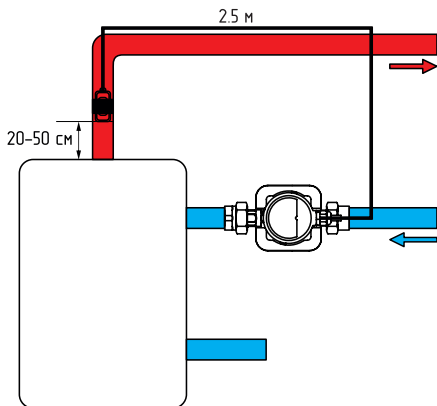
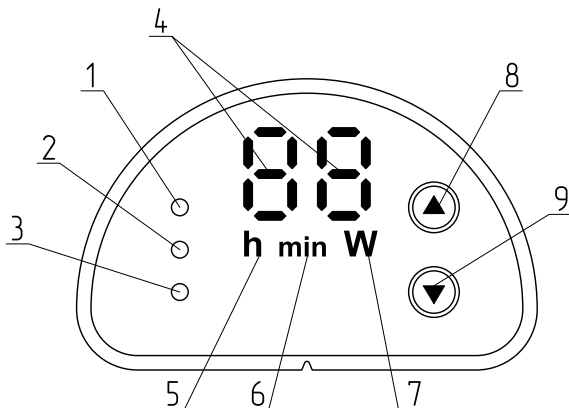

Рис.6 Установка датчика температуры
Рис.7 Панель управления
В данном режиме насос работает с постоянной скоростью. Зеленый **индикатор 1 (Рис.7)**, а также **индикатор 4 (Рис.7)**, показывающий текущую мощность, и **индикатор 7 (Рис.7)** будут гореть всегда (**см.Рис.7**).
Когда насос находится в автоматическом режиме работы, он автоматически выберет оптимальную рабочую точку в соответствии с параметрами системы. Зеленый **индикатор 2 (Рис.7)**, а также **индикатор 4 (Рис.7)**, показывающий текущую мощность, и **индикатор 7 (Рис.7)** будут гореть всегда (см.Рис.7).
В данном режиме насос ограничивает своё энергопотребление, включаясь только для поддержания температуры воды. Датчик температуры будет получать обратную связь о температуре горячей воды и насос будет принимать решение о запуске или остановке. Насос остановится, когда температура превысит 50 °С, но будет работать с постоянной скоростью, когда температура опустится ниже 36 °С. Пример установки датчика температуры показан на **Рис.6**. Зеленый **индикатор 3 (Рис.7)**, а также **индикатор 4 (Рис.7)**, показывающий текущую мощность, и **индикатор 7 (W) (Рис.7)** будут гореть.
Насос будет работать с постоянной скоростью в течение заданного временного промежутка. После входа в режим синхронизации **индикатор 4 (Рис.7)** отображает текущее значение времени, часы и минуты отображаются поочередно. При отображении часов загорается **индикатор 5 (h) (Рис.7)**. При отображении минут загорается **индикатор 6 (min) (Рис.7)**. Пользователи могут устанавливать периоды времени начала и окончания работы насоса. Таких временных периодов может быть три.
Когда электрический насос находится в режиме ожидания в течение 8 часов подряд, он автоматически запускается и промывает систему трубопровода в течение 15 минут. В это время насос работает с постоянной скоростью. Функция промывки возможна только в режиме контроля температуры и режиме таймера. **Индикатор 7 (W) (Рис.7)** будет гореть, **индикатор 4 (Рис.7)** будет мигать и отображать текущую рабочую мощность.
После подключения питания насоса, короткое нажатие **клавиши 8 ▲ (Рис.7)** поможет вам переключать режимы (режим работы с постоянной скоростью, автоматический режим работы и режим контроля температуры). Заводская настройка насосов заключается в том, что они работают в режиме постоянной скорости.
Когда насос находится в режиме синхронизации, **индикатор 4 (Рис.7)** будет показывать текущее время. Часы и минуты отображаются попеременно. Диапазон настройки времени составляет 24 часа, все значения часов могут быть установлены от 0 до 23, а минут устанавливается от 0 до 59. После завершения настройки и выхода из соответствующего режима, часы и минуты показываются попеременно.
1. Войти в режим синхронизации (только в режиме синхронизации доступна настройка времени). Одновременное нажатие **клавиш 8 ▲ и 9 ▼ (Рис.7)** в течение 5 секунд активирует режим настройки. **Индикатор 4 (Рис.7)** мигает и отображает позиции F0-F6 (обозначают период времени).
После длительного нажатия **кнопки 9 ▼ (Рис.7)** в течение 5 секунд становится доступна настройка часов (мигает **индикатор 5 (h) (Рис.7)**), и отображается текущий час. С помощью **кнопки 9 ▼ (Рис.7)** уменьшаем время на один час, с помощью **кнопки 8 ▲ (Рис.7)** увеличиваем.
Значение времени с часах установлено, затем, нажмите и удерживайте **кнопку 9 ▼ (Рис.7)** в течение 5 секунд, после этого станет доступна установка минут (**индикатор 6 (min) (Рис.7)** мигает). При нажатии **кнопки 9 ▼ (Рис.7)** время уменьшается на одну минуту, при нажатии **кнопки 8 ▲ (Рис.7)** увеличивается.
После третьего длительного нажатия **кнопки 9 ▼ (Рис.7)** в течение 5 секунд становятся доступны настройки периода времени **F1-F6** (нажатием **кнопки 8 ▲ (Рис.7)** меняем период на следующий). Для установки времени в каждом периоде **F1-F6** повторяем вышеописанные действия.
Когда любое значение от **F0** до **F6** отображается в **индикации 4 (Рис.7)**, то после одновременного длительного нажатия **клавиш 8 ▲ и 9 ▼ (Рис.7)** на 5 секунд, пользователь может выйти из режима настройки. **Индикатор 4 (Рис.7)** отображает установленное текущее время.
Коротким нажатием **кнопки 8 ▲ (Рис.7)** меняем режимы работы насоса.
После подключения питания, на дисплее насоса загорается **индикация 4 (Рис.7)**. Во время работы насоса отображается значение фактического энергопотребления в ваттах.
Индикатор 3 (Рис.7) горит красным	Неисправность датчика температуры